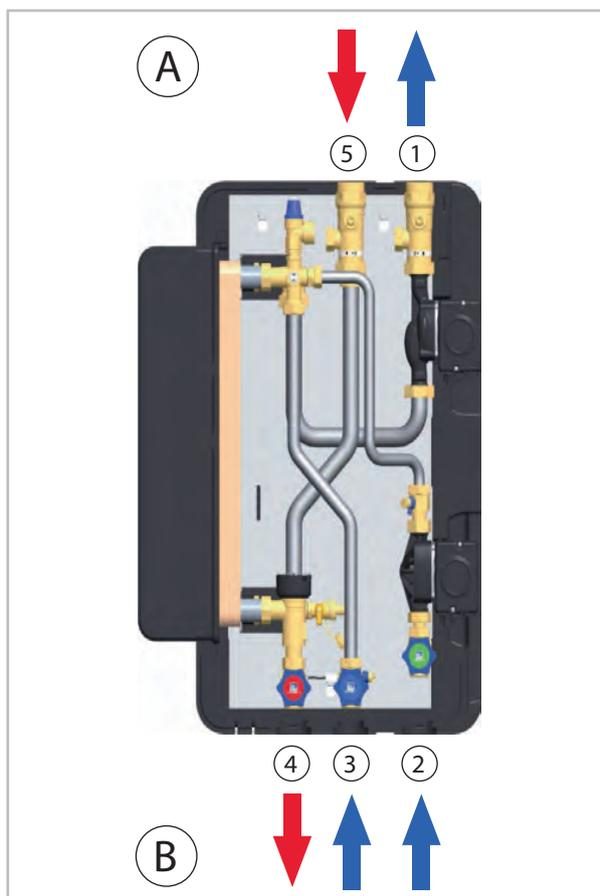

Abb. 7: Verrohrung der Frischwasserstation
9. ➤ Verrohren Sie das Frischwassermodul EFS 35.1 mit der Anlage gemäß der Abb. 6 bzw. das Frischwassermodul EFS 50.1 gemäß Abb. 7.